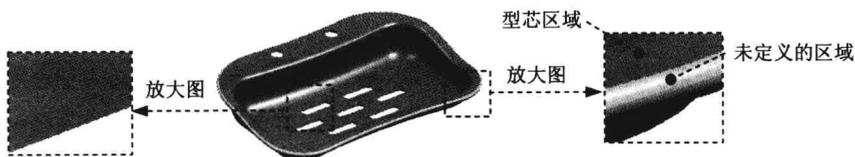

图 1.9 设置区域颜色
Step5. 设置区域颜色。在“塑模部件验证”对话框中单击 **区域** 选项卡，然后单击 **设置区域颜色** 按钮，结果如图 1.9 所示。